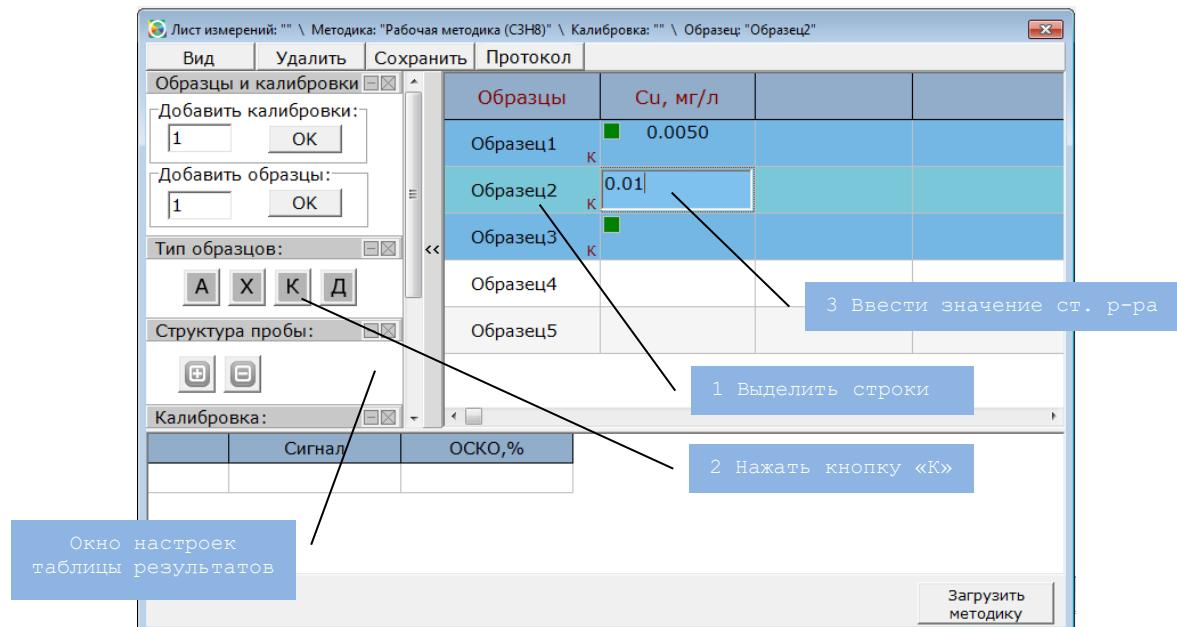
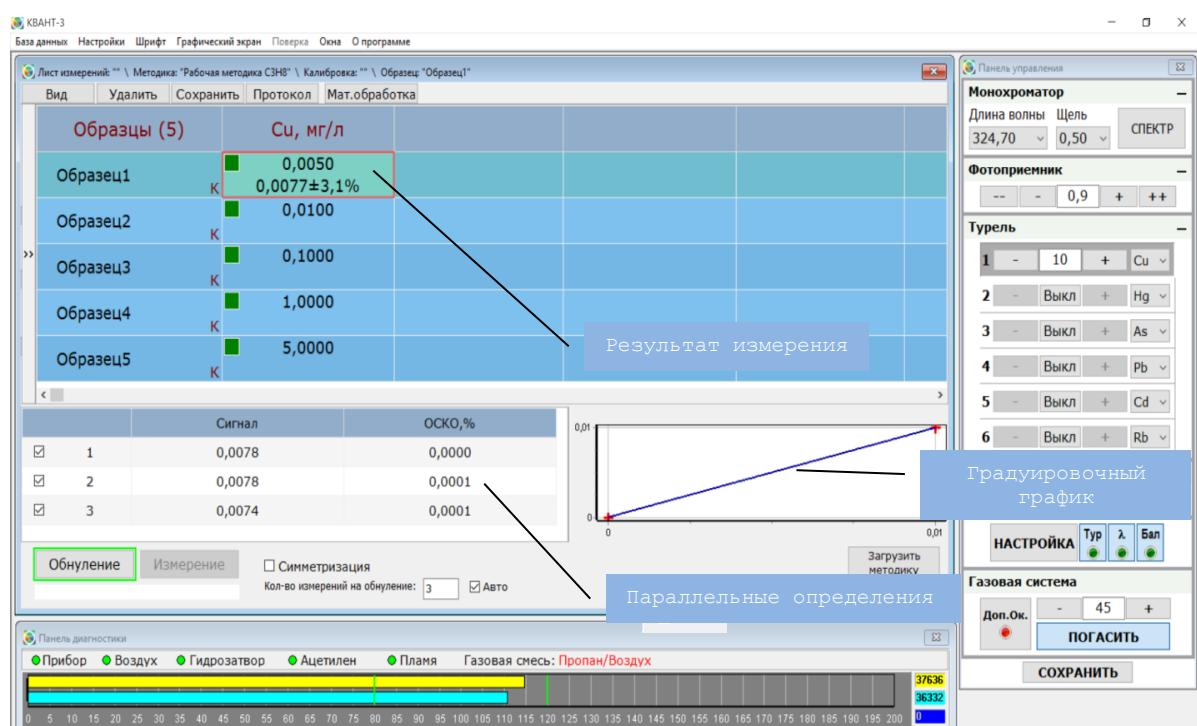

Рис. 21 Подготовка таблицы результатов к проведению калибровки
Рис. 22 Процесс построения калибровки
5. Ввести значения концентраций в нужные ячейки (подвести курсор к ячейке, дважды нажать левую кнопку мыши, ввести числовое значение). Результат проделанных операций представлен на рис. 21, рис. 22.